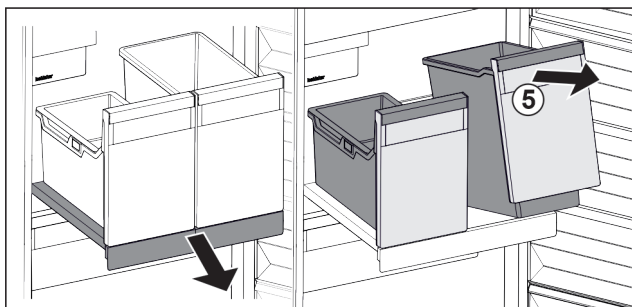

Fig. 23
- ▶ Ridicați recipientul Fig. 23 (5) din față.